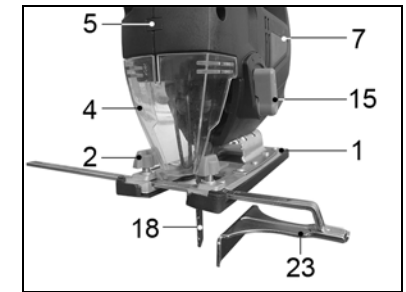

Рис. 10.
7.6. Установка параллельного упора (Рис. 10)